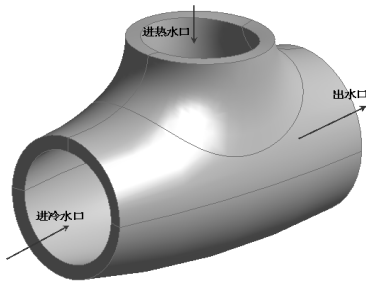

图 2-62 三通模型
(4) Fill (填充): 这个特征是为 CFD (计算流体力学) 服务的。图 2-62 所示的三通